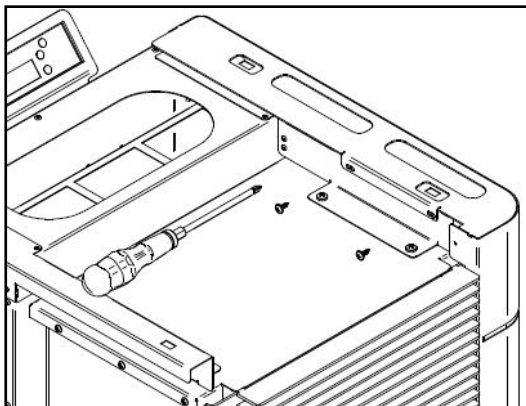

Figure 22 - Fixation des panneaux latéraux à la partie supérieure
d) Répéter le processus réalisé aux points b et c de ce manuel pour la mise en place de l'autre côté, puis vissez les parties latérales en utilisant quatre vis du kit, deux de chaque côté, comme le démontre la Figure 22.